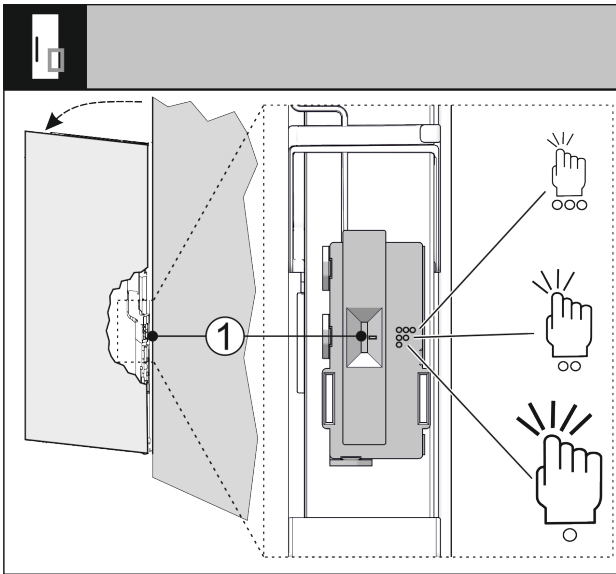

Fig. 72
Отрегулируйте чувствительность сигнала стука при помощи переключателя Fig. 72 (1). Переключатель находится со стороны петель на нижней трети двери.
- ▶ Установите переключатель Fig. 72 (1) в нужное положение.